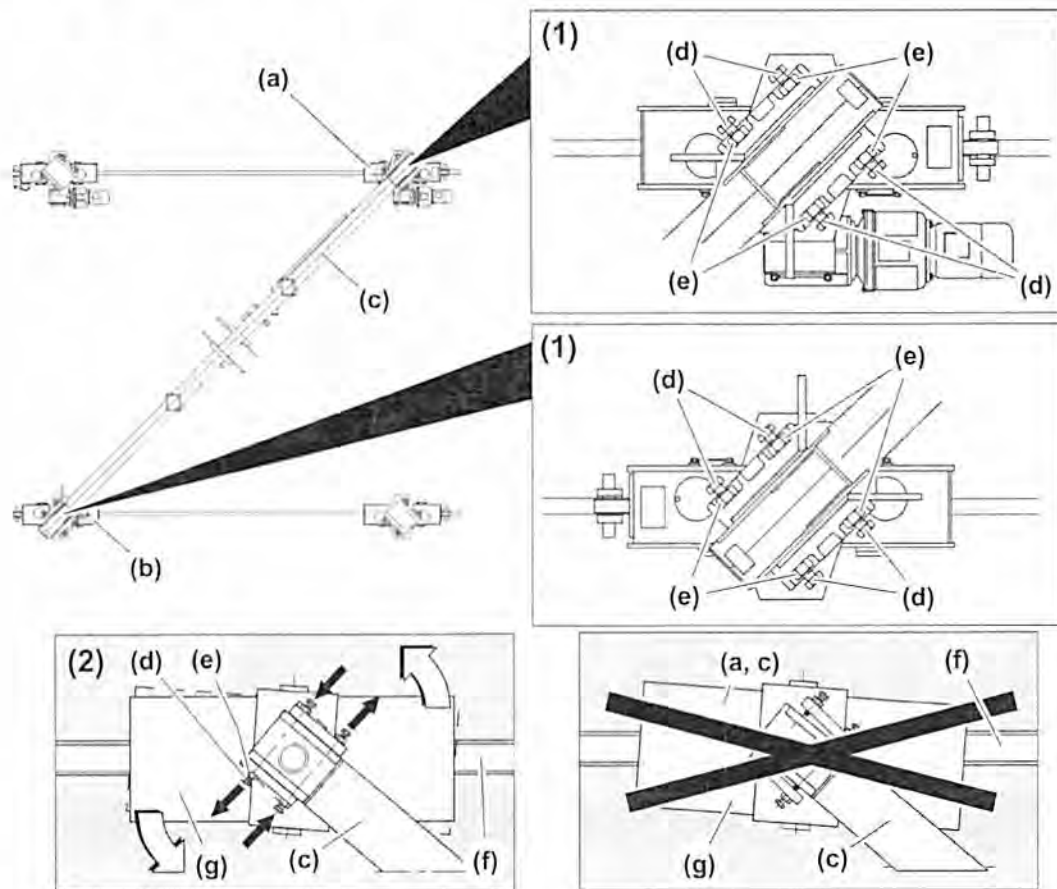

Fig. 74: Montage des langen Tragholms
- ▶ Sicherstellen, dass die Radkästen (g) parallel zur Schiene (f) stehen (siehe: Fig. 74, Seite 120).
- ▶ Jede Schraube mit Mutter (j) kontern. (3)